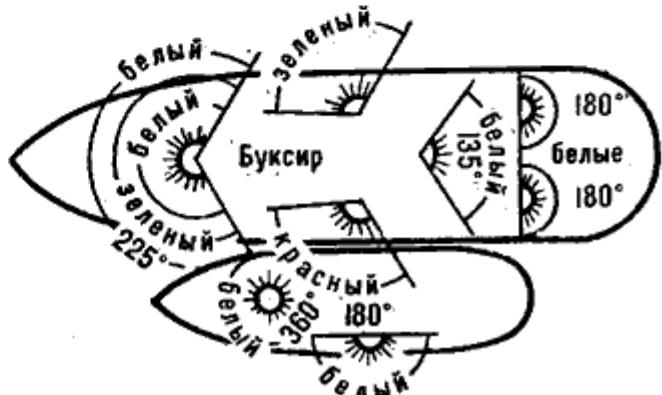

Рис. 144. Схема расположения ходовых огней на речных буксирах
4. Буксируемые суда, ведущие на буксире другие суда или плоты, кроме огней, предусмотренных § 25 для одиночных судов (отличительных, гакового и гакабортных), несут на передней мачте (рис. 144):
- сухогрузные, длиной более 50 м - кроме белого клотикового на мачте по одному белому огню на носовом и кормовом флагштоках (рис. 144);
- буксируемое под бортом - один белый клотиковый огонь на мачте и один белый огонь с внешнего борта (рис. 144);
Если ширина толкаемых судов превышает ширину толкача, то его отличительные огни переносят на наружные борта толкаемых судов (§ 35, рис. 144).